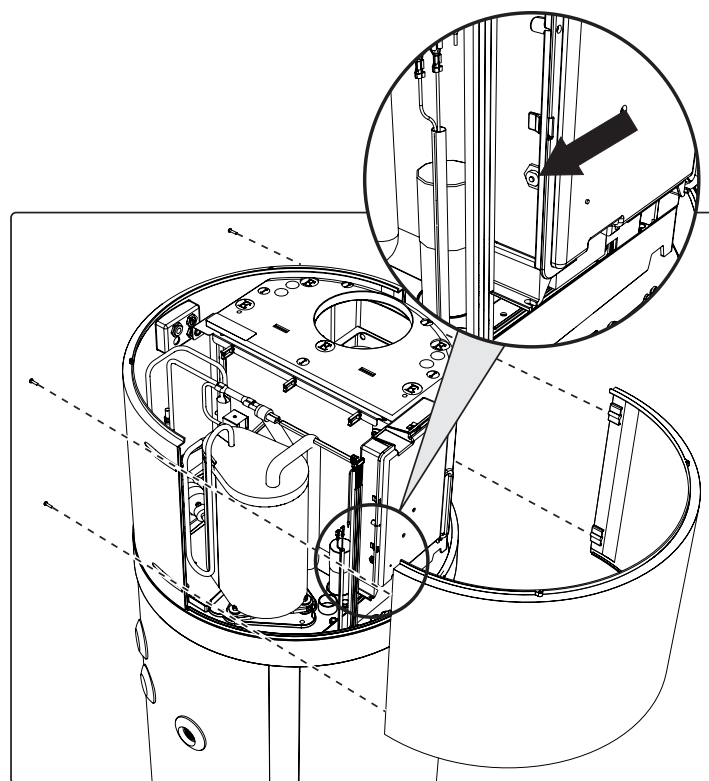

fig. 48- Rimozione del pannello anteriore
- Rimuovere il pannello anteriore e resettare manualmente il termostato di sicurezza scattato (fig. 48). In caso di intervento, il perno centrale del termostato fuoriesce di circa 2 mm.